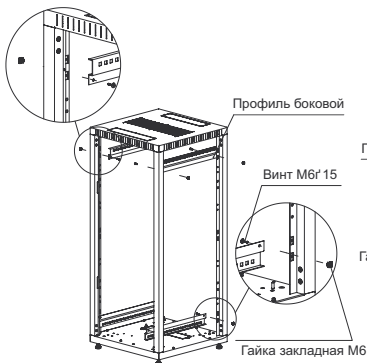

Рисунок 5 – Установка боковых профилей
4.3.4 Установите на собранный каркас шкафа сверху и снизу профили боковые, для этого вставьте закладные гайки М6 в квадратные отверстия на внешней стороне стоек, закрепите винтами M6f 15 с полукруглой головкой (рисунок 5).